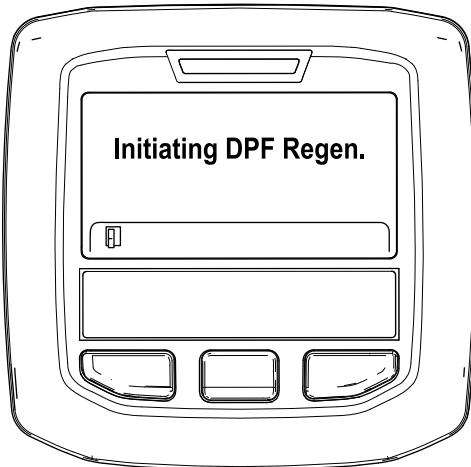

図 36
- A. Initiating DPF Regen DPF 再生開始中というメッセージが表示される図 36。